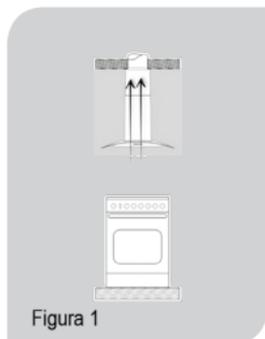

Figura 1
- A figura 1 consta o modo exaustor: Saída pelo teto.